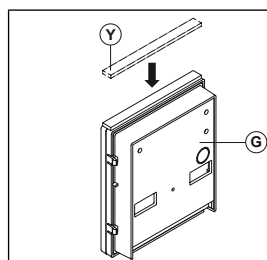

Fig. 7
Applicare la guarnizione adesiva (Y) come mostrato in **Fig. 7**.